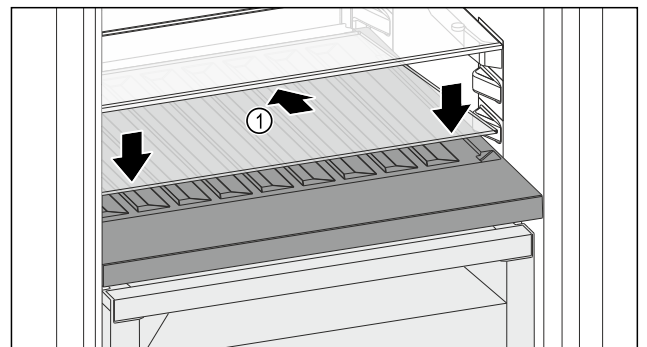

Fig. 159
- ▶ Glasplatte Fig. 159 (1) schräg und nach hinten unten geneigt ansetzen.
- ▶ Glasplatte Fig. 159 (1) vorne absenken.